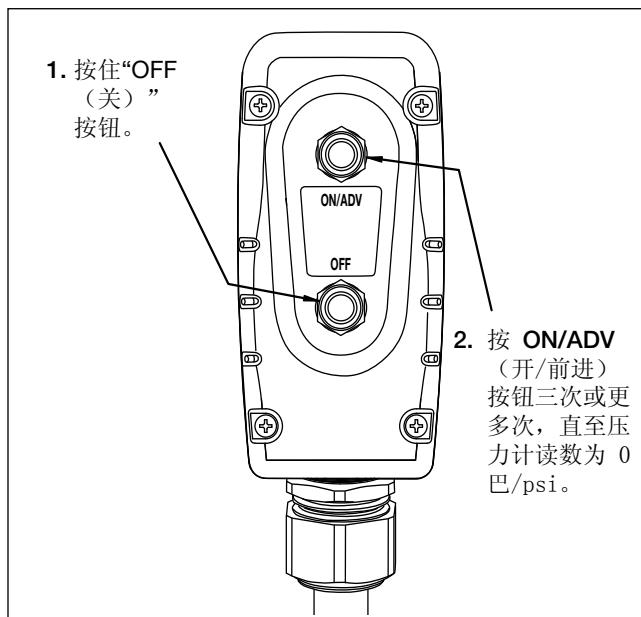

図9.除圧
- 「OFF」ボタンを押し下げます。図9を参照してください。